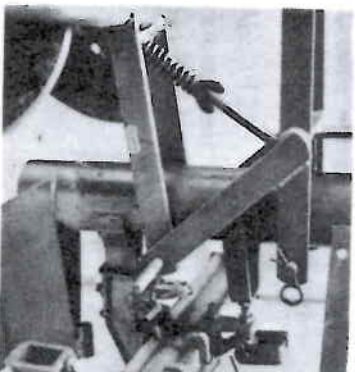

Abb. 135
Die Sitze der äußeren Legeaggregate werden an den Einzelsitzträgern angesteckt. Zum Abstützen der äußeren Legeaggregate auf der Universalschiene werden Widerlager (1) montiert (Abb. 135 und 136).